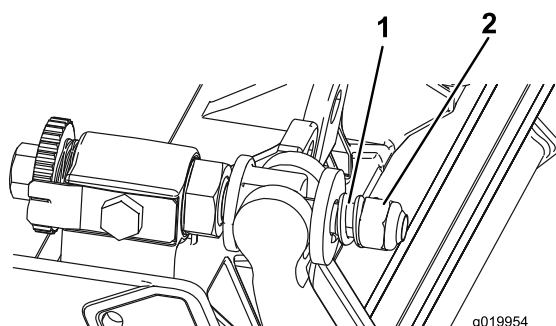

Figure 28
3. Serrez l'écrou de tension du ressort jusqu'à ce que les spires soient jointives, puis desserrez-le de 1/2 tour (Figure 28).
10. Serrez l'écrou sur chaque vis de réglage de la barre d'appui jusqu'à ce que le ressort de compression soit complètement comprimé, puis desserrez l'écrou de 1/2 tour (Figure 28).